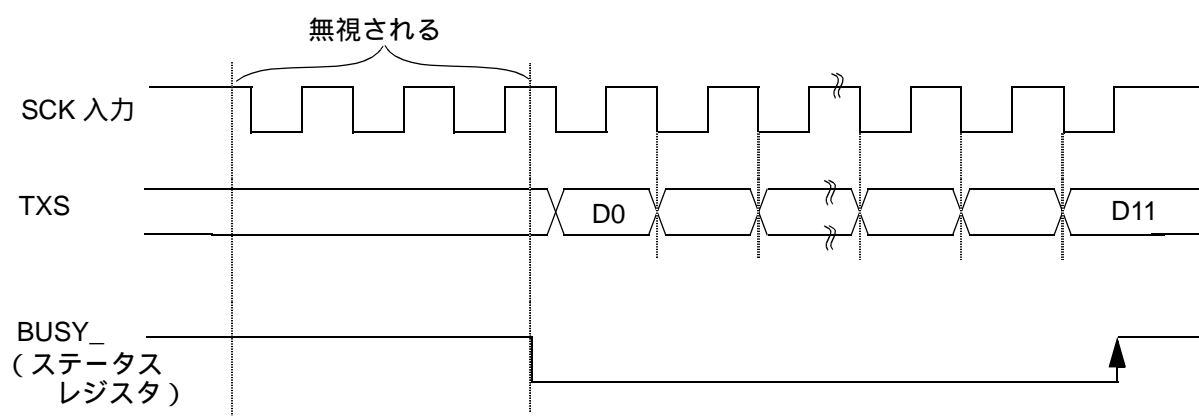

図 10-9 待機中に入力される外部シリアルクロックの例(送信時)
- ・ 外部シリアルクロック選択時、ステータスの BUSY_ = '1' の場合、すなわち待機中に入力される外部シリアルクロックは無視されます（図 10-9）。